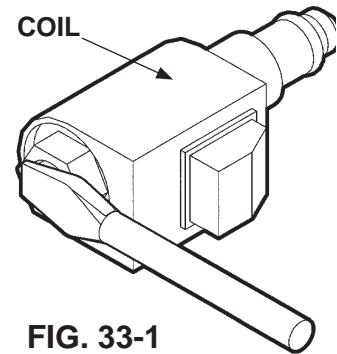

FIG. 33-1
1. Inspeccione si las válvulas del solenoide están continuamente energizadas tocando con la punta de un desarmador la tuerca del solenoide (**FIG. 33-1**). Trate de retirar el desarmador. Si la tuerca del solenoide atrae el desarmador (magnéticamente) sin estar accionando el interruptor de palanca, entonces el circuito de control opera de forma incorrecta. Inspeccione si el selector, cableado o bobina están defectuosos.